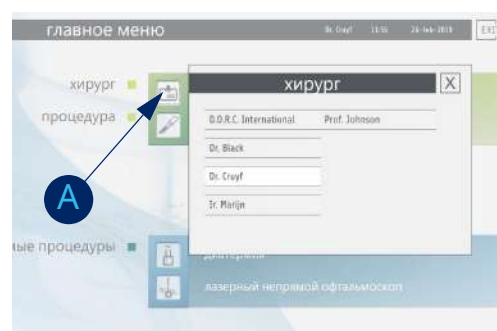

Fig. 50: Всплывающее окно «Хирург»
1. Нажмите кнопку **ХИРУРГ** [A]; появится всплывающее окно (рис. 50).